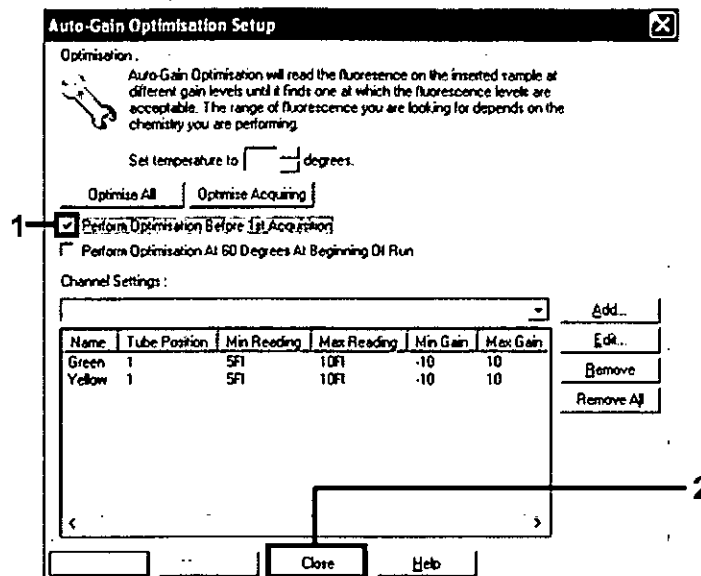

Ilustración 12. Selección de los canales verde y amarillo.
14. Active la casilla "Perform Optimisation before 1st Acquisition" (Ejecutar la optimización antes de la primera adquisición) y, a continuación, haga clic en el botón "Close" (Cerrar) para volver al asistente (consulte la ilustración 12).